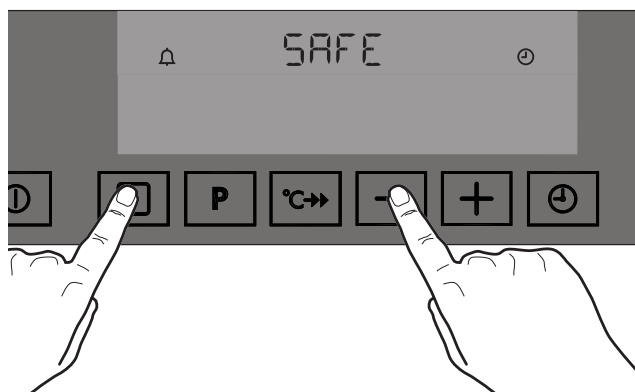

Рис. 20
2. Одновременно нажмите клавиши  и  и держите их нажатыми в течение примерно 3 секунд. Раздастся звуковой сигнал, а на дисплее появится слово “SAFE” (БЛОК) (Рис. 20).